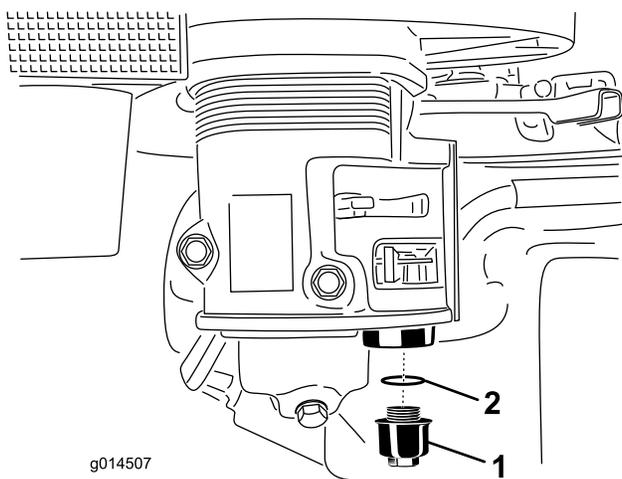

Figure 13
2. Dévissez la cuvette de décantation. Attention à ne pas perdre le joint torique (Figure 13).